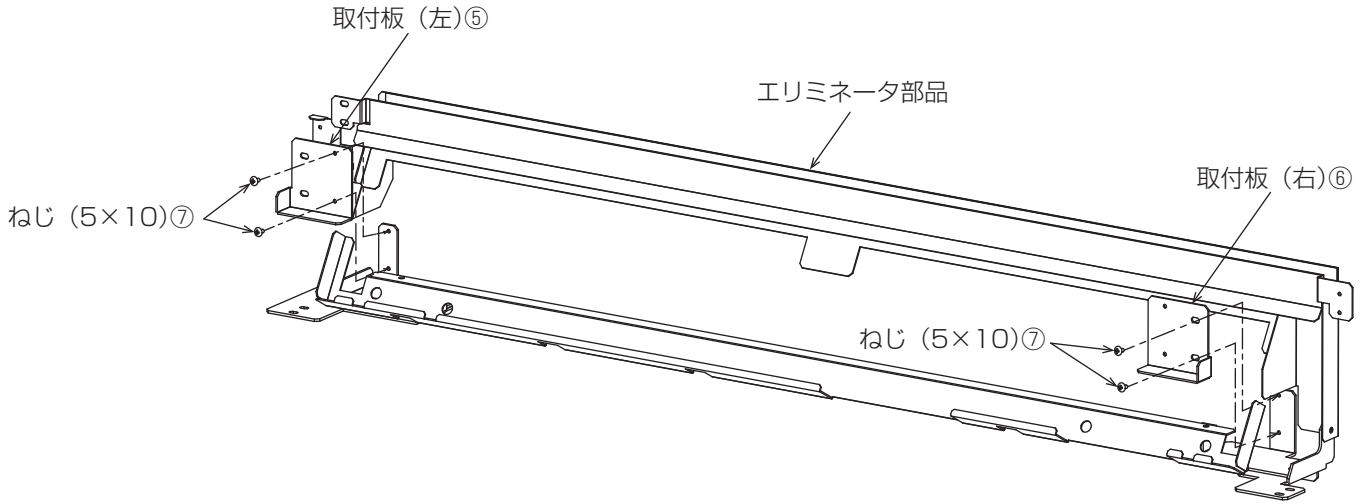

図3
1) 取付板 (左) ⑤、取付板 (右) ⑥をエリミネータ部品にねじ⑦で各2カ所ねじ止め固定してください。・・・図3